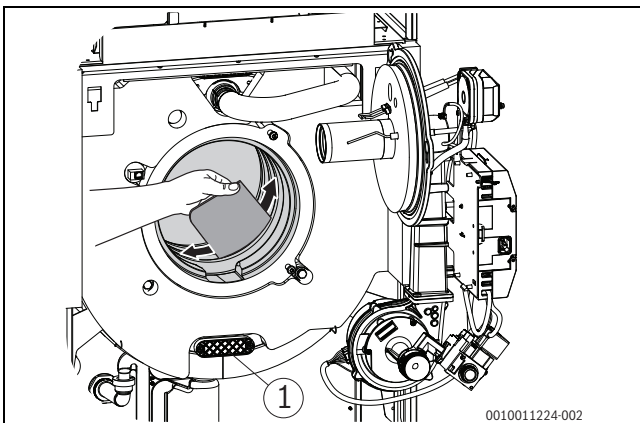
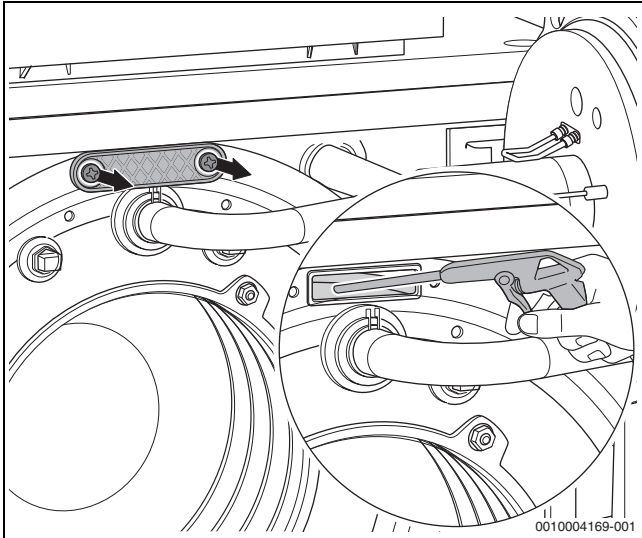

Bild 55 Heizgasspalte mit Reinigungsspachtel reinigen
Bild 56 Wärmetauscher mit Sprühlanze reinigen
- Reinigungsdeckel (→ Bild 55, Seite 35, [1] und Bild 56) abnehmen.
- Lose Partikel mit Wasser (z. B. Sprühlanze) aus Feuerraum und Abgasmantel spülen (→ Bild 56).
- Heizgasspalte mit Reinigungsspachtel reinigen (→ Bild 55, Seite 35).